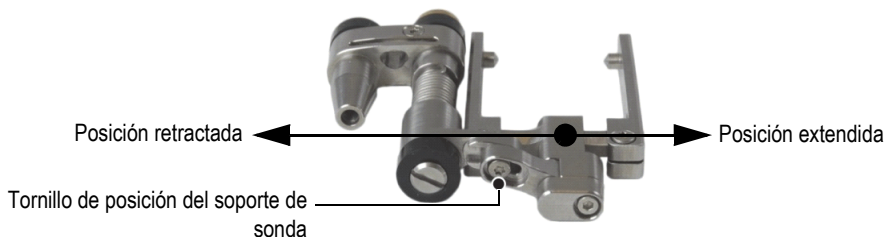

Figura 2-12 Ajuste de la posición del soporte de sonda
5. Configure el soporte de sonda (véase la Figura 2-12 en la página 45):